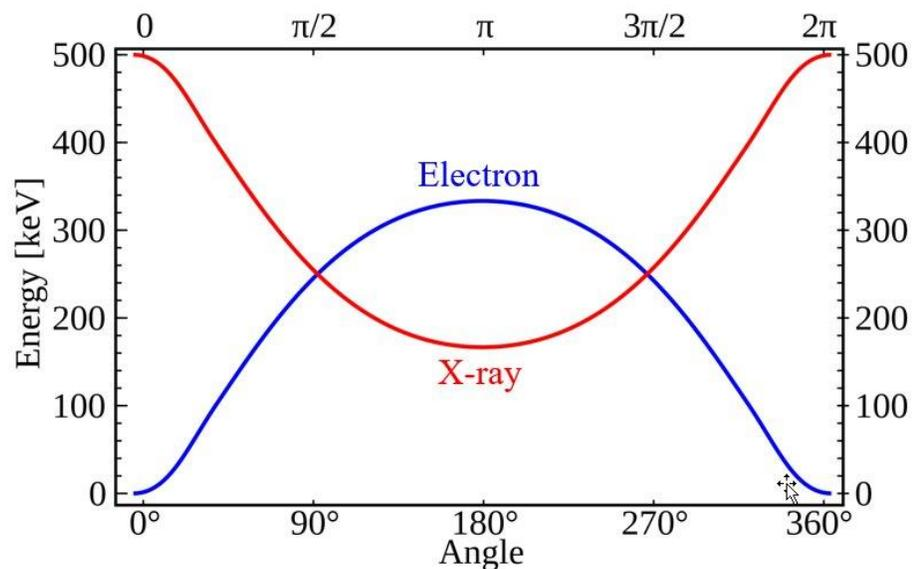

Fig. 10 – Desvio do ângulo do raio X espalhado e do elétron emitido em função da energia do raio X incidente
- O ângulo médio de espalhamento diminui à medida que a energia do raio X aumenta (Fig. 10).